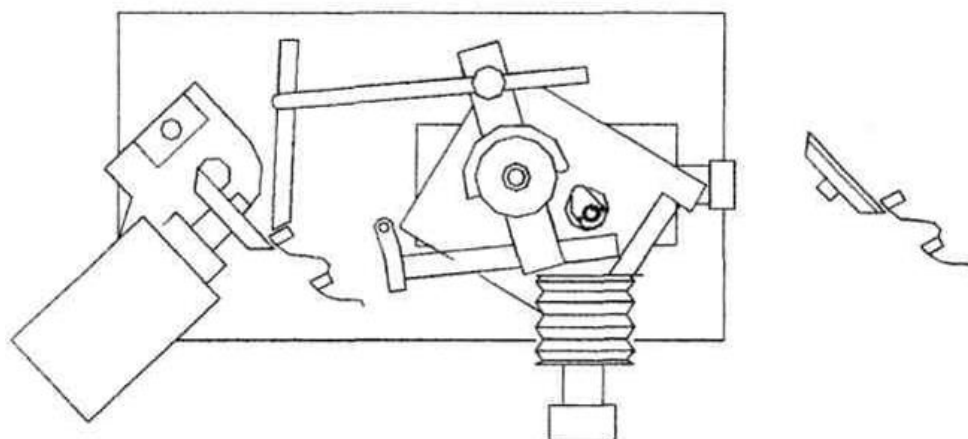

Рис. 9
7.1.5 Заточка по задней грани (см. рис. 9)
Настройка станка выполняется аналогично приведенным выше процедурам, см. Рис. 9.